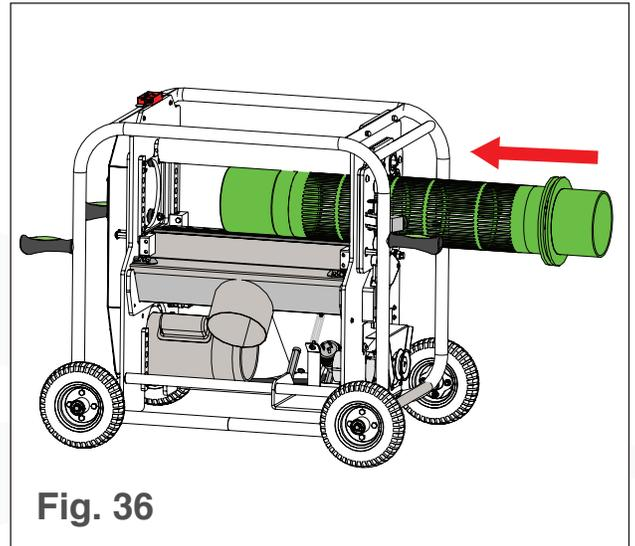

Fig. 36
1. Insert the tumbler (see Fig. 36).